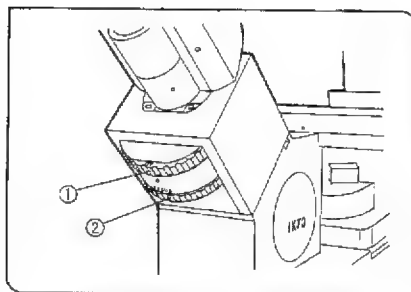

図 83
2 位相差リングスリットの心出し (図83,84,85,86)
- 2) 双眼鏡筒がU-BI90CTの場合は、CTターレット①を回し、CTの表示位置にします。U-BI90CT以外の場合は、接眼レンズを外し、心出し望遠鏡(U-CT30)に交換します。(図83)
- 4) フォーカスリング②(心出し望遠鏡の場合はローレット部)を回して、リングスリット③と適用する対物レンズのフェーズプレート④にピントを合わせます。(図83,84)